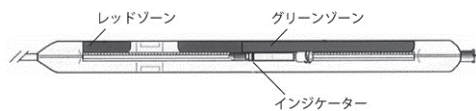

図10
3. 注入アダプターのインジケータがハンドル上部の「レッドゾーン」から「グリーンゾーン」へ移動した場合（図10参照）。